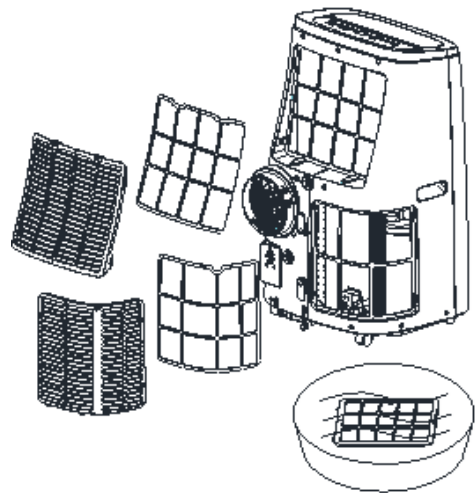

Abb.6
- Bitte reinigen Sie den Staubfilter einmal alle zwei Wochen, um das Luftvolumen nicht zu beeinträchtigen. Bitte reinigen Sie die Filter mit neutralem Reinigungsmittel und ca. 40°C warmen Wasser. Bitte waschen Sie alle Reinigungsmittelrückstände ab und lassen Sie die Filter anschließend vollständig lufttrocknen bevor Sie sie wieder in das Gerät einsetzen (Abb.6).